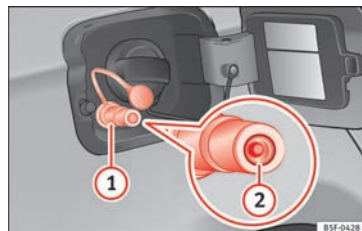

Fig. 232 Åben tankklap: gaspåfyldningsstuds ①, pakring til påfyldningsstuds ②
- Åbn gaspåfyldningsstudsens » Fig. 232 ①.